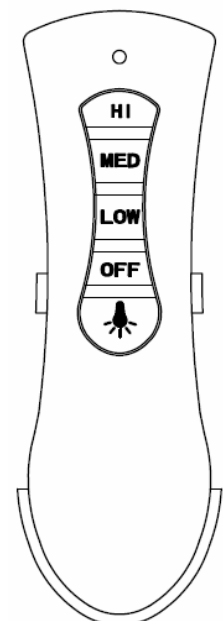

Fig. 14b
3. Emboîtez la télécommande dans le support. (Fig. 14b).